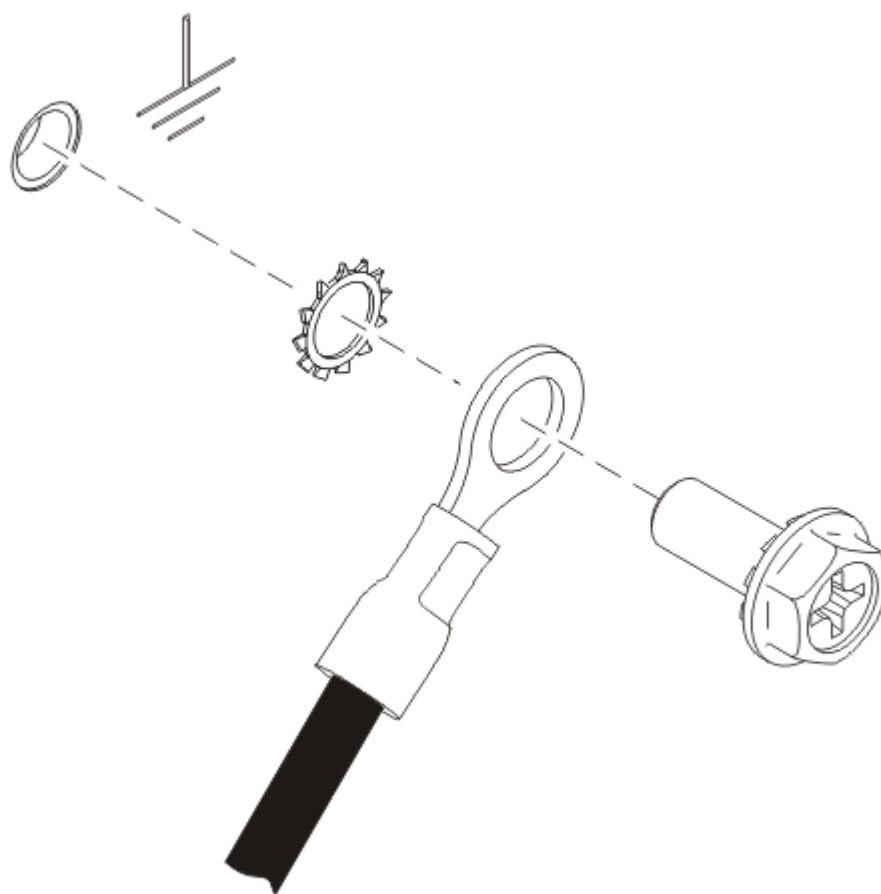

Figura 92. Terminal en anell i volandera en forma d'estrella
5. Col·loqueu l'altre anell connector al cargol i afegiu-hi la volandera en forma d'estrella externa M6, tal com es mostra a la Figura 92 a la pàgina 136.